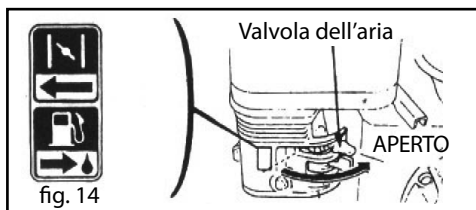

fig. 14
9. Preriscaldare il motore e riportare la levetta dell'aria in posizione "APERTO" (Fig.14).